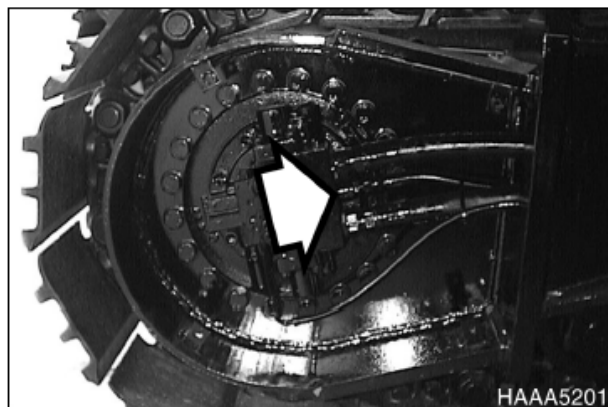

Рис. 83
2. Отсоединить сливной шланг (рис. 83) и заполнить корпус двигателя гидравлическим маслом.